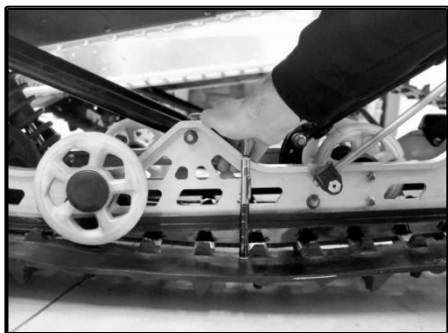

Fig. 36
8. Fare clic sul calibro per allineare l'anello inferiore con il bordo inferiore del cursore (Fig. 36).